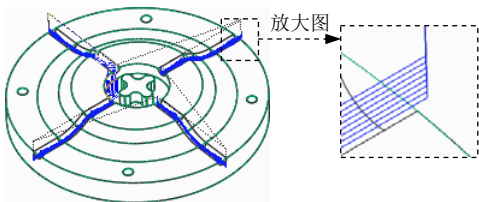

图 10.1.58 刀具路径
Step2. 单击“播放路径”对话框中的按钮，观测刀具的行走路线，结果如图 10.1.58 所示。演示完成后，单击按钮。